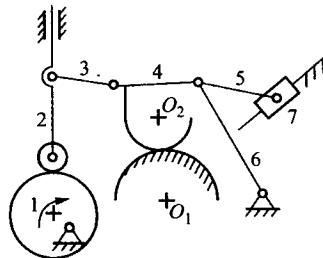

图 1-15 题 1.5.9 图
1.5.9 求出图 1-15 所示机构的自由度,用高副替代低副并拆分杆组。